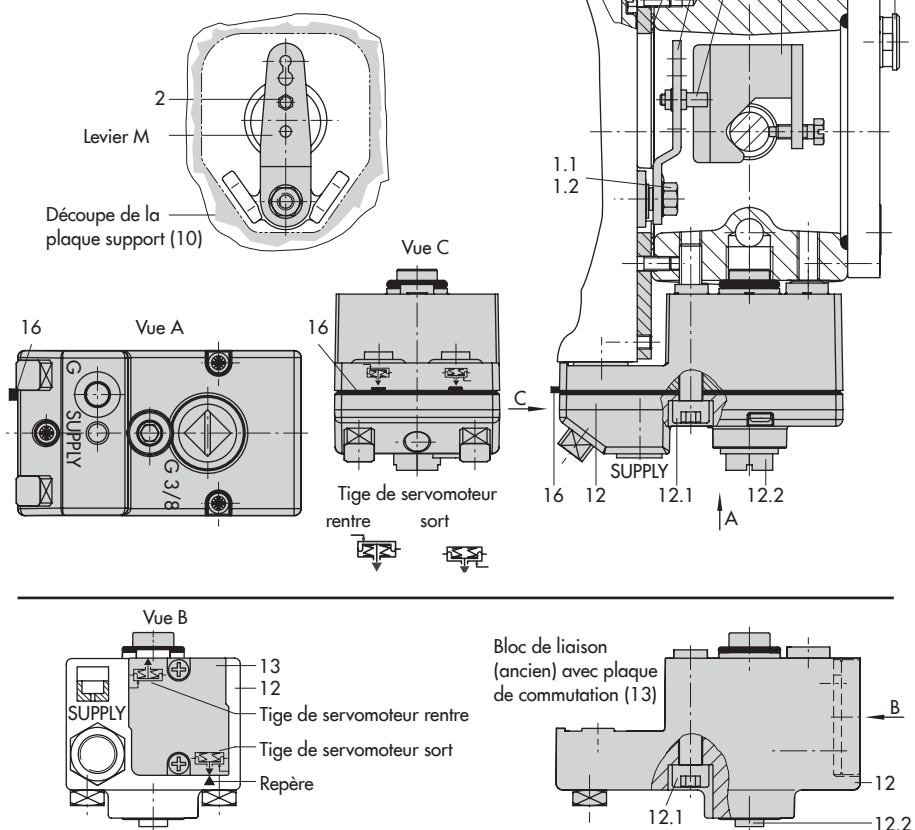

Fig. 5-6: Montage direct – Raccord de pression de commande pour servomoteur type 3277 de 175 à 750 cm2
#### Servomoteurs de 175 à 750 cm2 (cf. Fig. 5-6)
- Placer la plaque de transmission (3) sur la tige de servomoteur en vérifiant que la vis de fixation est positionnée correctement dans la rainure de la tige de servomoteur.
- Fixer la plaque support (10) sur le servomoteur de sorte que la partie étroite de la découpe (Fig. 5-6, à gauche) soit orientée vers les raccordements pneumatiques du positionneur et que le joint plat (14) collé se trouve du côté de l'arcade.
- Avec des servomoteurs de 355, 700 et 750 cm2, le positionneur est équipé d'un levier M (1) à l'arrière de son corps. Retirer le palpeur (2) en position 35 et le remplacer dans le perçage en position 50, puis visser. Maintenir le levier au milieu de manière à ce qu'il n'entre pas en contact avec les butées.
- Placer le joint torique (15) dans la rainure du corps du positionneur.
- Placer le positionneur sur la plaque support de sorte que le palpeur (2) repose sur la plaque de transmission (3). Ajuster en conséquence le levier (1) et maintenir l'arbre du positionneur en s'aidant du bouton ou capuchon accessible après ouverture du couvercle du positionneur. L'effort des ressorts doit plaquer le levier (1) contre la plaque de transmission. Fixer le positionneur sur la plaque support (10) avec ses deux vis.
- Pour le nouveau bloc de raccordement, la languette du joint (16) du bloc de raccordement doit être positionnée conformément à l'exécution du servomoteur : soit « Tige sort par manque d'air », soit « Tige entre par manque d'air ». Si ce n'est pas le cas, desserrer les trois vis de fixation, retirer le couvercle, puis tourner le joint (16) à 180° avant de le remettre en place.
Avec l'ancien bloc de liaison (Fig. 5-6, en bas), la plaque de commutation (13) doit être positionnée en face du repère correspondant à l'exécution du servomoteur.